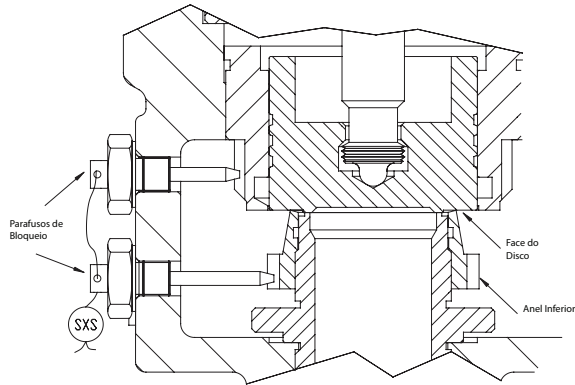

Figura 03
5. Mova o anel inferior (03) para cima (sentido anti-horário) até o contato com a face do disco (Figura 03).